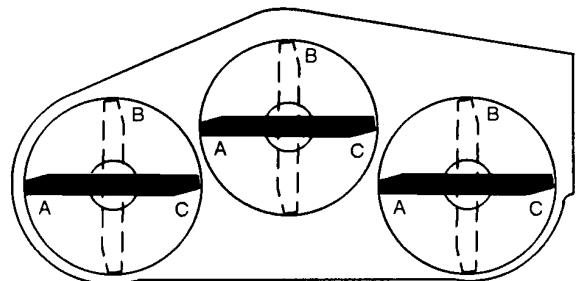
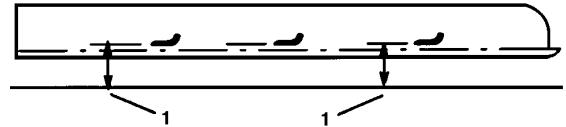

Bild 15
Bild 16
5. Alle drei Messerbalken in die "A"-Stellung (Bild 15) bringen und den Abstand von der ebenen Fläche bis zur Unterseite der Messerspitze an allen Messerbalken messen (Bild 16).
6. Den bei "A" gemessenen Abstand vermerken, die Messerbalken in die "B"-Stellung bringen (Bild 15), den Abstand zwischen allen Messerbalkenspitzen zur ebenen Fläche messen und dieses Maß vermerken (Bild 16).
7. Die Messerbalken in die "C"-Stellung drehen, das Maß wie oben nehmen und den gemessenen Abstand für jeden Messerbalken vermerken (Bild 15, 16).